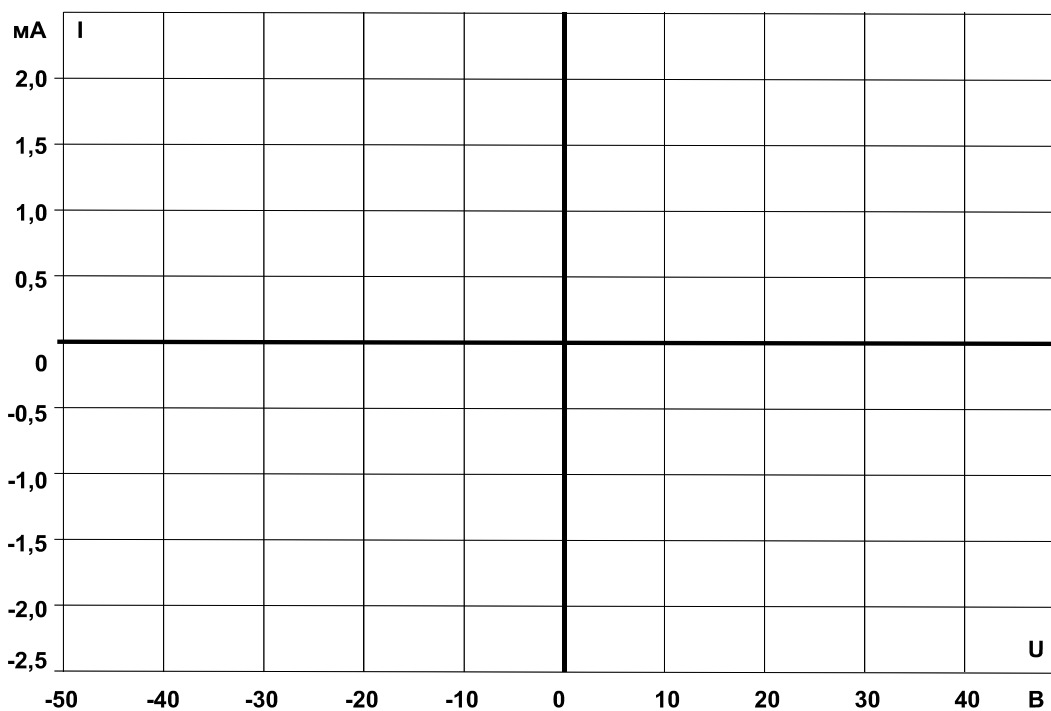

Рис. 6.1.5
- На графике (рис. 6.1.5) отобразите характеристику, полученную на мониторе осциллографа, и сравните ее со статической характеристикой.
**Вопрос 1:** Какова величина напряжения отпирания симистора (по рис. 6.1.5)?